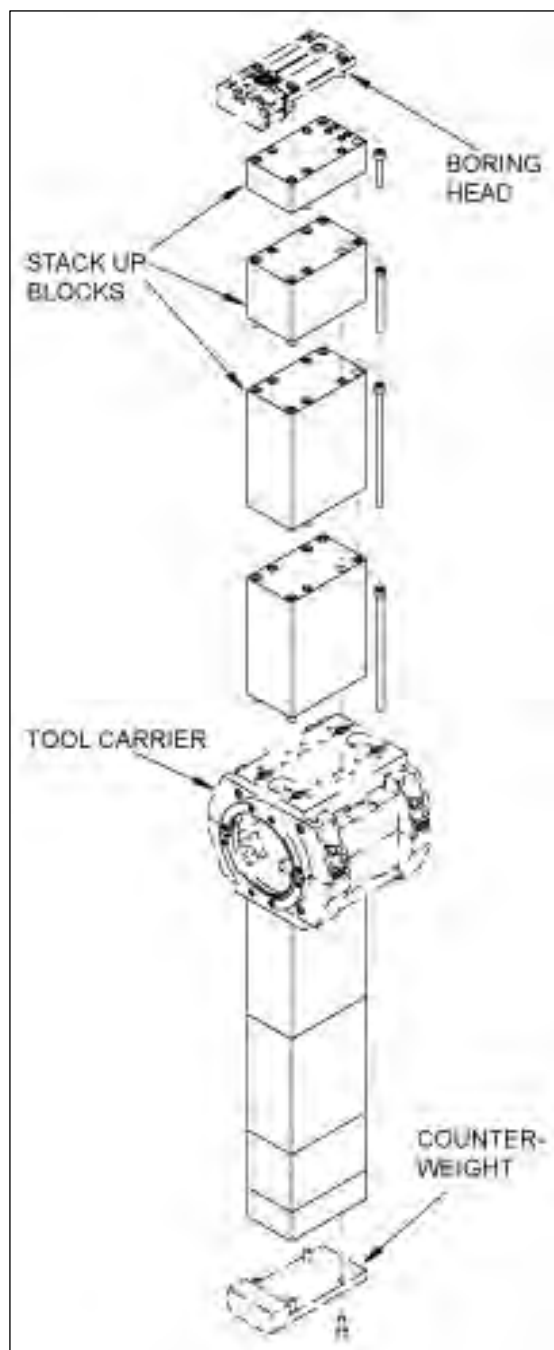

Figure 24. Ensemble de tête d'alésage
2. En utilisant Figure 24 comme guide, assemblez les blocs empilables sur le trainard symétriquement des deux côtés du trainard, du plus grand au plus court.